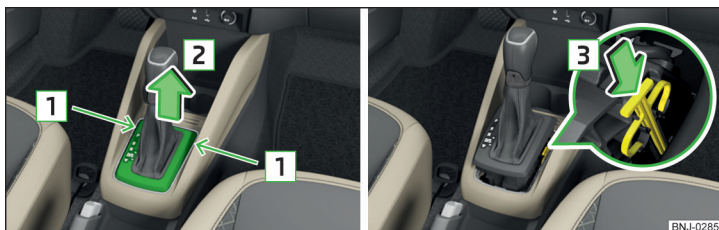

Рис. 196 Зняття кришки/розблокування селектора
- Вставте шліцеву викрутку або аналогічний інструмент в отвір біля стрілки 1 » Рис. 196 і обережно підніміть кришку у напрямку стрілки 2.